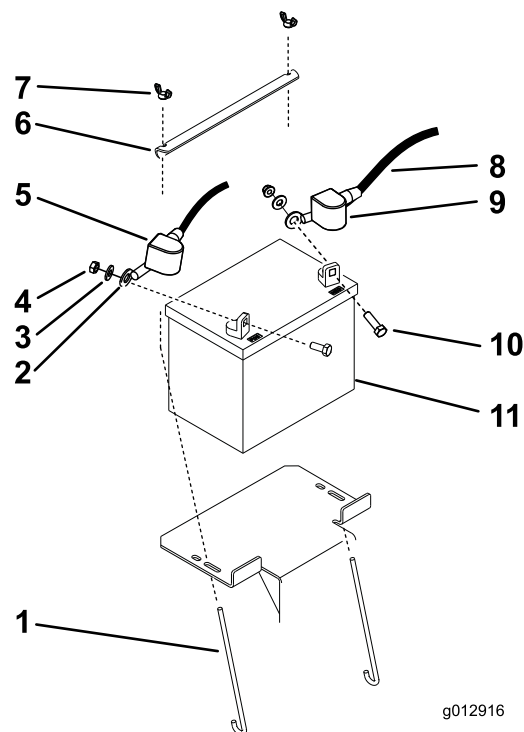

Figura 34
3. Retire la cubierta de goma negra del cable negativo, y desconecte el cable negativo del borne negativo (-) de la batería (Figura 34).
4. Retire la cubierta de goma roja del borne positivo (+) de la batería y retire el cable positivo de la batería (Figura 34).
5. Retire la pletina de sujeción de la batería, y retire la batería (Figura 34).
1. Coloque la batería en la máquina (Figura 34).
2. Fije la batería con la pletina de sujeción de la batería, los pernos en J y las tuercas de orejeta (Figura 34).
3. Conecte el cable positivo (rojo) al borne positivo (+) de la batería con una tuerca, una arandela y un perno (Figura 34).
5. Conecte el cable negativo de la batería y el cable de tierra al borne negativo (-) de la batería con una tuerca, una arandela y un perno (Figura 34).